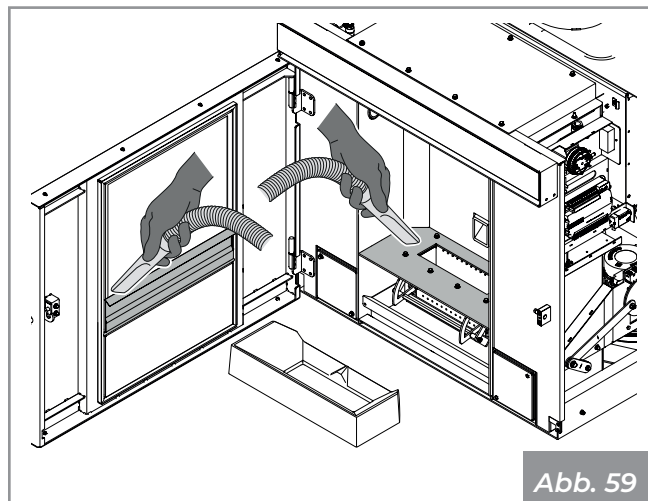

Abb. 59
- Die restliche Asche absaugen **Abb. 59**.